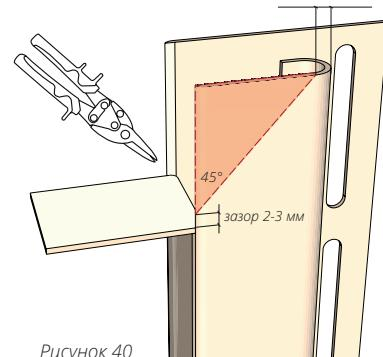

Рисунок 40
- 14.4** Если соединение лицевой части нужно сделать под 45°, подрежьте J-профиль согласно рис. 40.